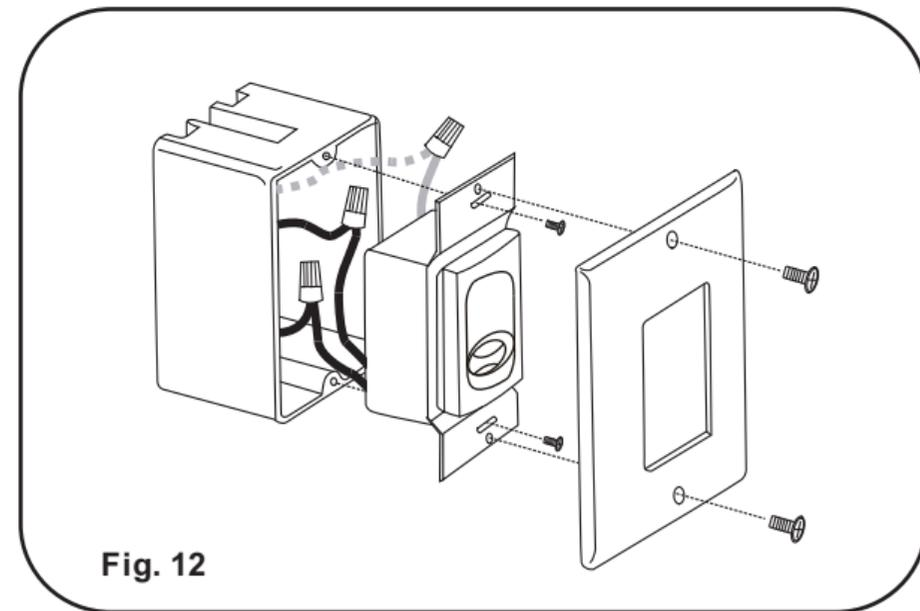

Fig. 12
Paso 2. (Fig. 12) Cuidadosamente meta las conexiones dentro de la caja de distribucion. Asegure el transmisor con los dos tornillos proveidos. Instale la cubierta decorativa y asegurela con los dos tornillos proveidos.